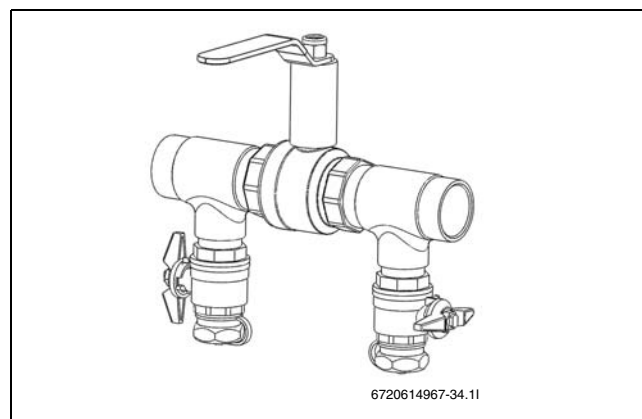

Bild 28 Påfyllnadssats i tryckhöjningsläge
- ▶ När urluftningen är klar ska kretsen trycksättas. Vrid ventilerna på påfyllnadssatsen till tryckhöjningsläge och trycksätt kretsen till 2,5 - 3 bar (→ Bild 28).